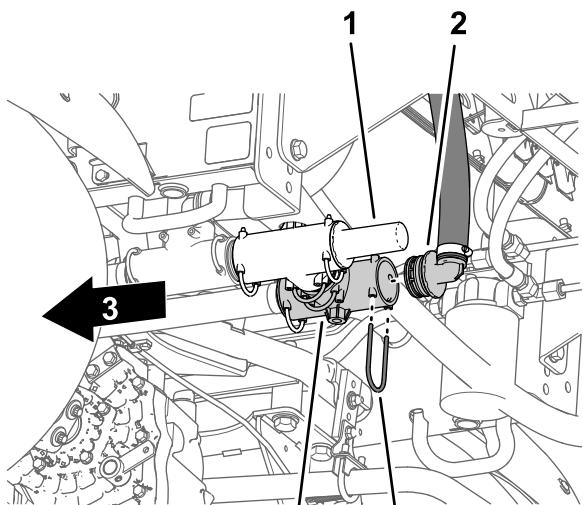

图23
1. 在机器背面卸下将回流软管的 90° 宝塔接头固定至泄压阀内侧 T 形接头的卡环 图23。
2. 从 T形接头卸下 90° 宝塔接头 图23。